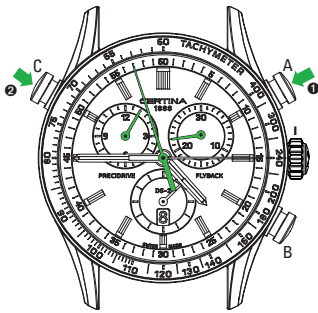

Abb. 5
**Ablesen der Zwischenzeit 1 (gemäß Abb. 5)**